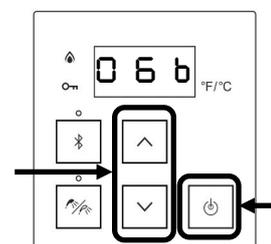

Figura 8: Pantalla del controlador
2. Presione el botón **A** durante 1 segundo. Aparecerá **06A** en la pantalla del controlador (Figura 8).